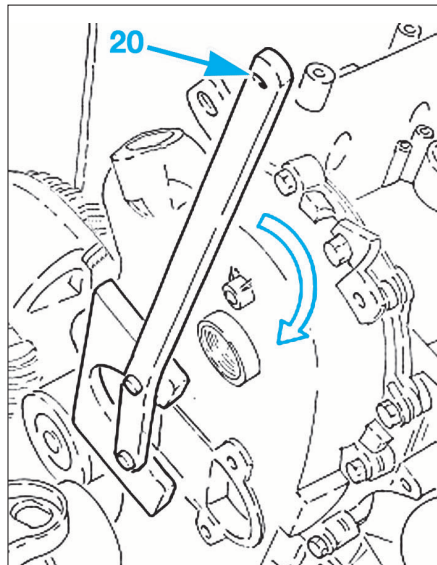

FIG. 31
- Outil de mise en tension du tendeur hydraulique de chaîne (ref Fiat : 1 870 900 400) (Fig.31).
- Reculer le piston du tendeur hydraulique de chaîne de distribution à l'aide d'un outil adapter (20) ou de l'outil Fiat (réf. 1 870 900 400) depuis la trappe de visite (Fig.31).
- Relâcher le piston du tendeur de chaîne avec l'outil en s'assurant qu'il entre bien en contact avec le patin (Fig.31).